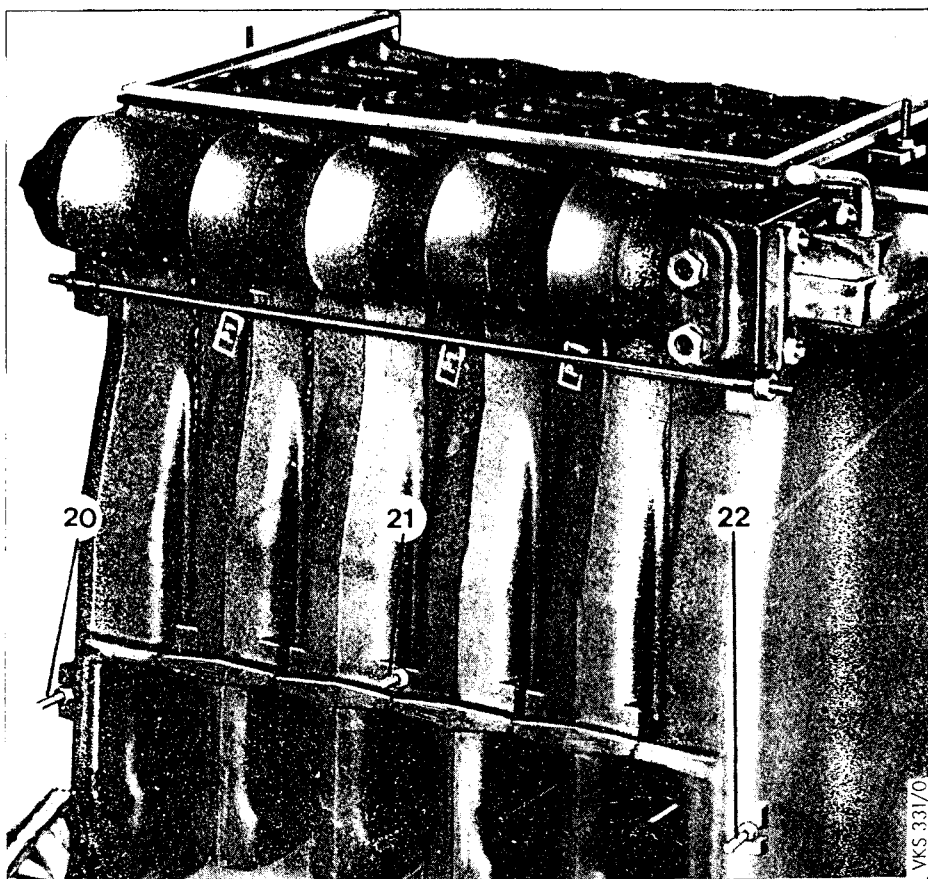

Рис. 9
- Болты с прямоугольной головкой (20, 21, 22) с гайками и шайбами закрепить в пазах блока котла (рис. 9).